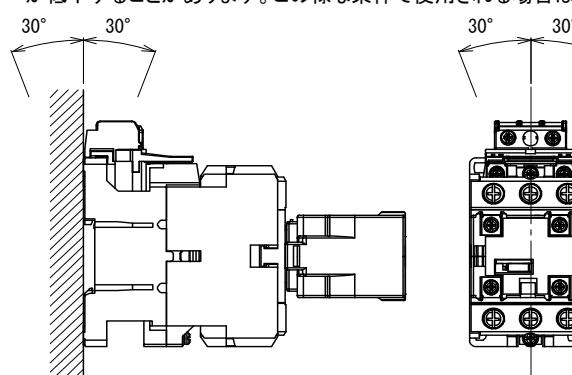

图 1 Fig. 1 図 1
- (1) 请垂直安装。允许倾斜角度在 30° 以内。(图 1)
- (1) Mount in a dry, clean and stable location.
- (2) Mounting on a vertical surface. The product must not incline more than 30° . (Fig. 1)
- (1) 湿気、じんあい、振動の少ない所に設置してください。
- (2) 垂直面に取付けてください。許容傾斜角度は 30° 以内です。(图 1)